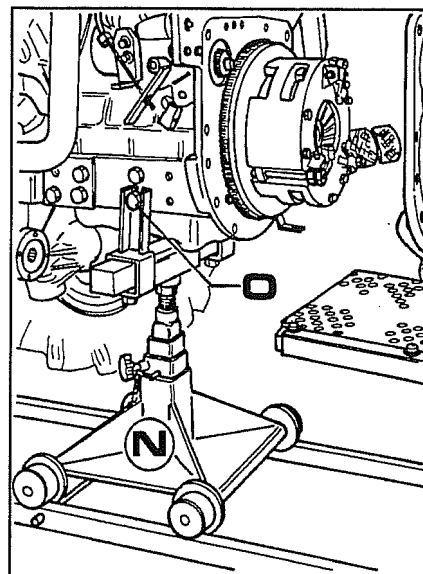

Fig. 18
18. A questo punto è possibile separare la macchina. Per far ciò, occorre disporre l'attrezzo **N** fig. 18 indispensabile per sostenere e tenere allineate le due parti, quindi fissarlo alle viti **O**.